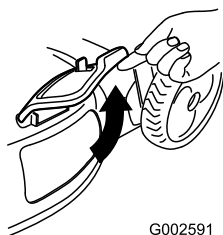

Figura 33
2. Alzate lo sportello di scarico laterale per aprirlo (Figura 33).